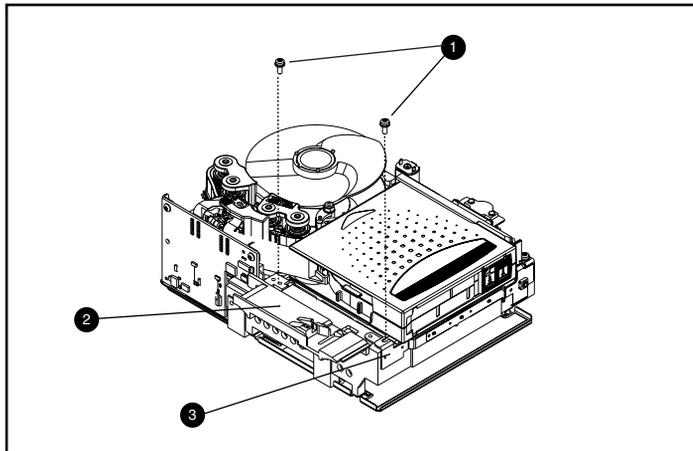

Figura D-4. Rimozione della guida di sinistra
1. Rimuovere le due viti T8 Torx **1** (vedere la Figura D-4).
3. Alla guida di sinistra è fissato un circuito flessibile che arriva fino al di sotto della piastra di registrazione del nastro. Stendere la guida di sinistra **3** di piatto (come illustrato nella Figura D-4), lasciando la cartuccia nell'unità.